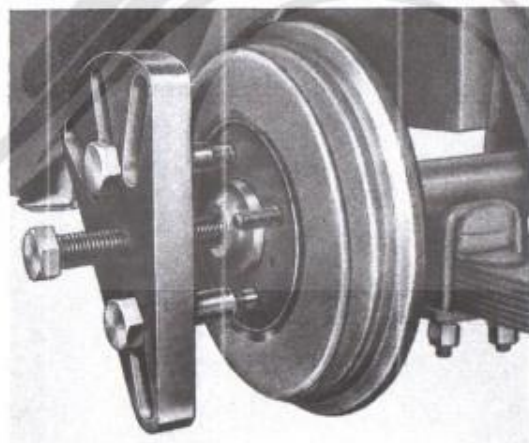
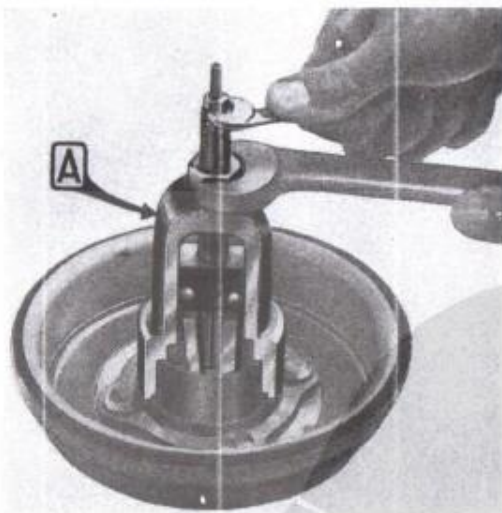

Fig. 73.
Fig. 87.
Estrarre i mozzi con tamburo freno dagli alberi differenziali, dopo aver tolto le coppie ed i dadi, usando l'estrattoe A. 6469 (fig. 73).
- Togliere i mozzi delle ruote con i tamburi dei freni usando l'estrattore A. 6469 (fig. 73) e smontare eventualmente gli anelli esterni dei cuscinetti a rulli dai mozzi delle ruote mediante l'estrattore A. 6511 (fig. 87).